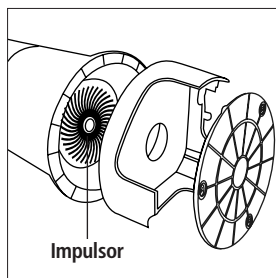

Fig. 03
2. Lave o impulsor com água limpa [Fig. 03].